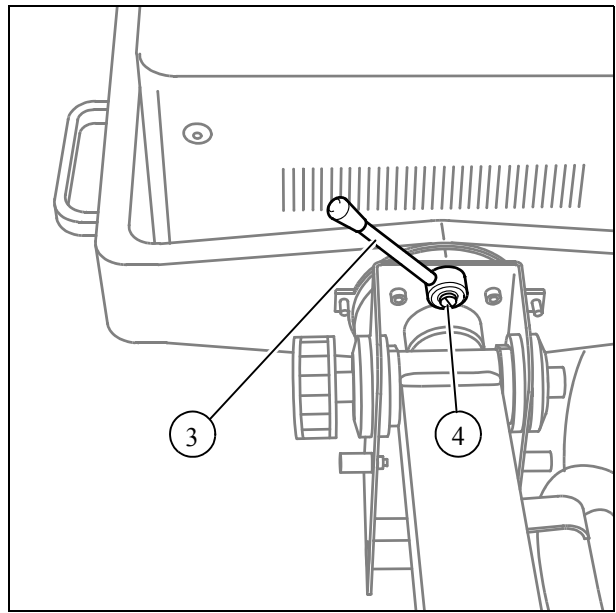

Fig. 3
- Den Knebelgriff (3/Fig.3) auf festen Sitz prüfen und ggf. nachziehen.
- Bei gelöster Arretierung (Knebelgriff (3/Fig.3) nach links) muß sich der Eintank nach allen Seiten leicht bewegen lassen.
Knebelgriff (3/Fig.3) nach rechts festziehen
- Knebelgriff (3/Fig.3) bis zum Anschlag nach rechts festziehen.
- Schraube am Knebelgriff(4/Fig.3) herausdrehen und Knebelgriff mit dem Schraubendreher von der Achse abdrücken.
- Knebelgriff in senkrechter Stellung aufstecken und Schraube (4/Fig.3) festziehen.